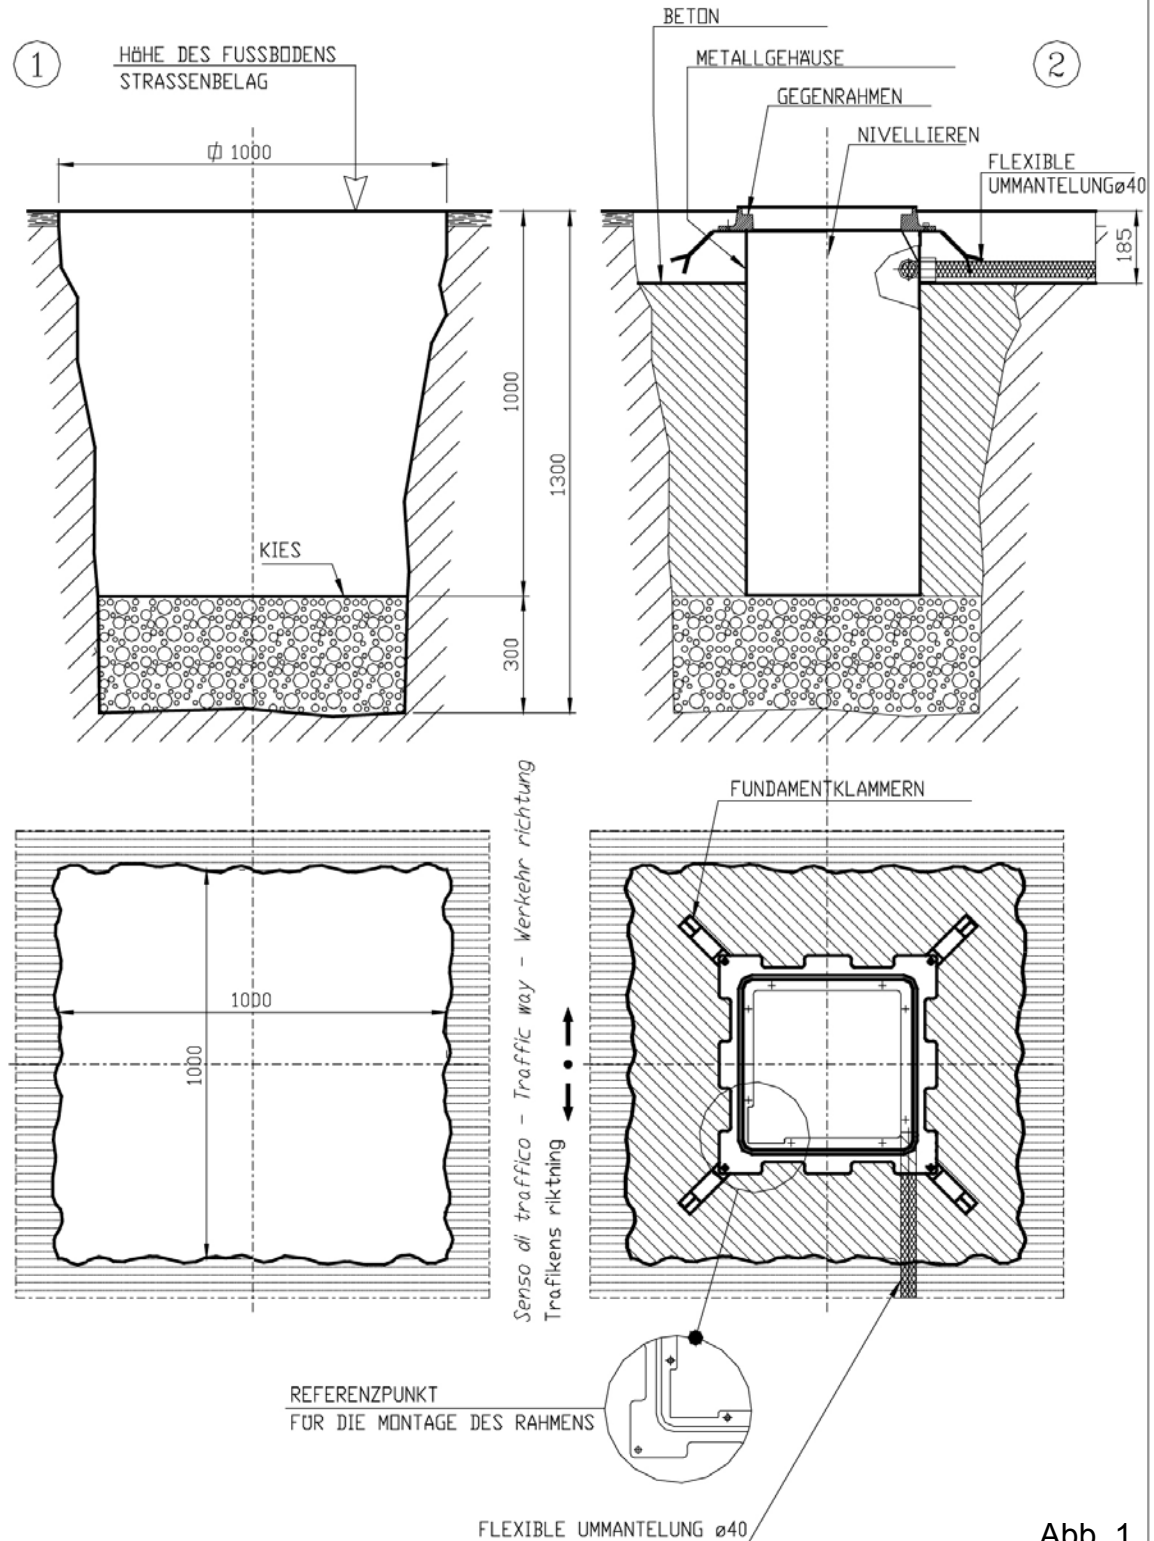
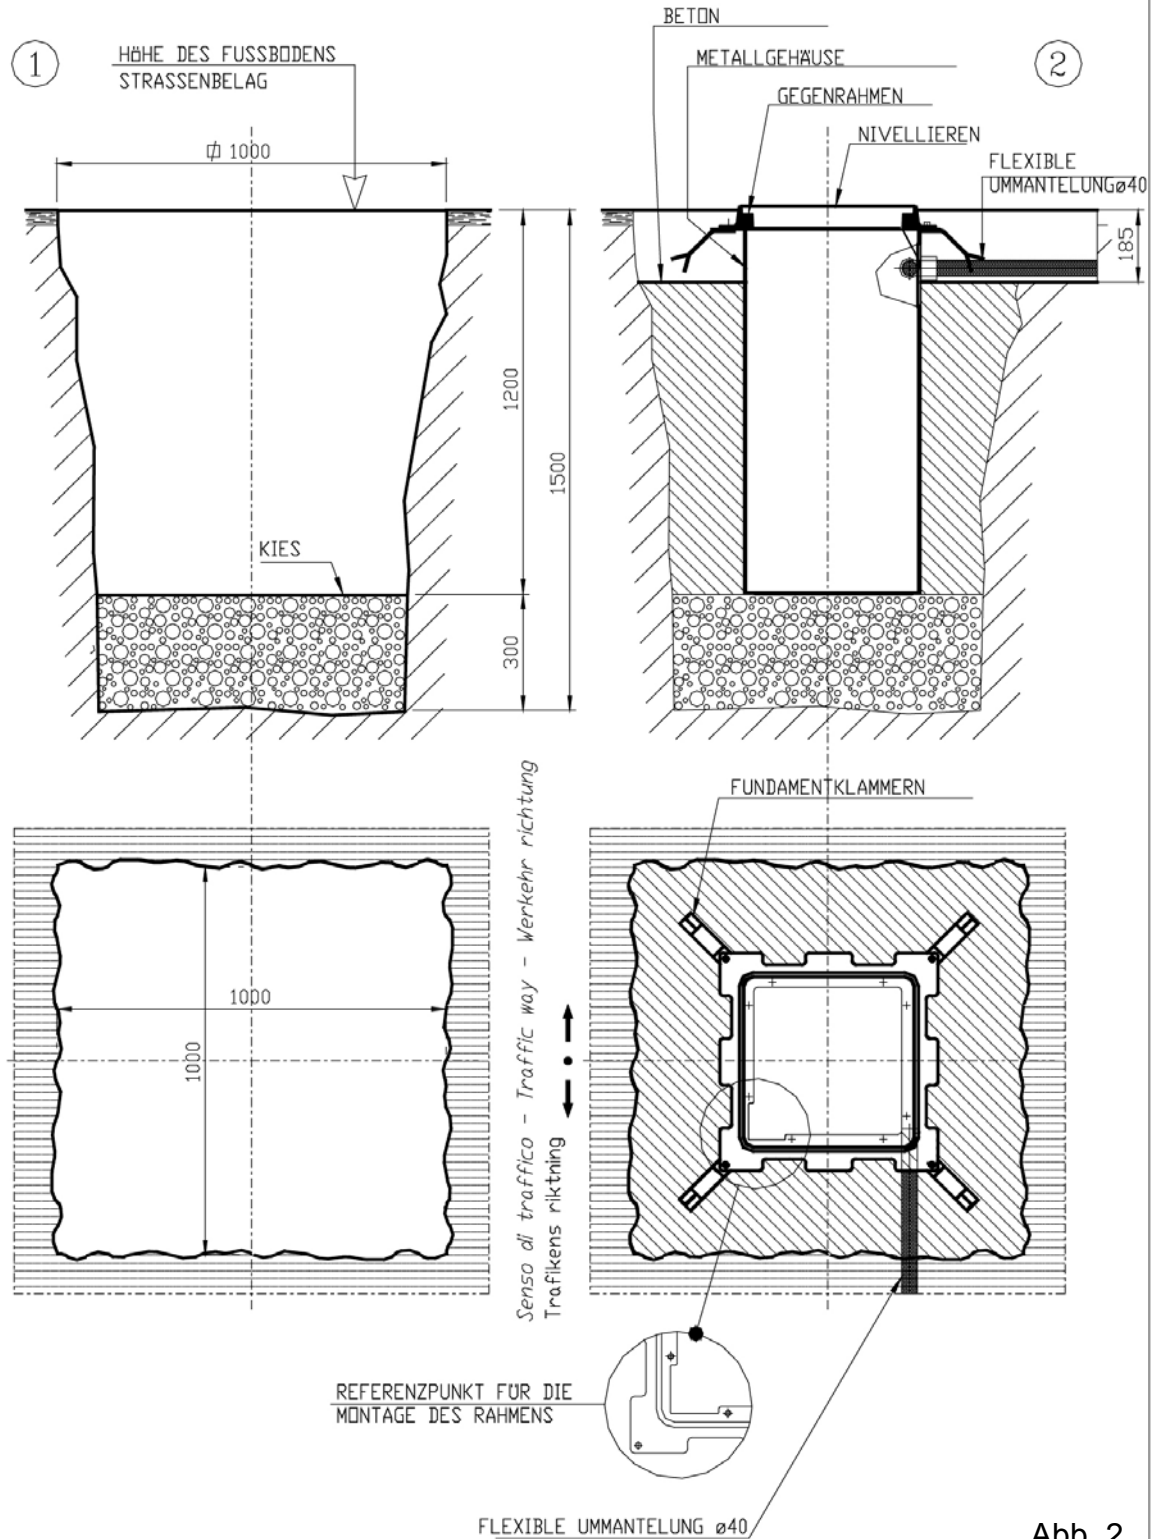

Abb. 1
Abb. 2
- 2) Den Aushub bis zu einer Tiefe von etwa **1,30 m** (275 H600) oder etwa **1,50 m** (275 H800) vornehmen; der Querschnitt muss eine Seite von etwa **1 m** aufweisen (Abb. 1 und Abb. 2).
- 5) Den Metallschacht mit Gegenrahmen einsetzen und dabei darauf achten, dass der Einsatz lotrecht erfolgt. Die Oberkante des Gegenrahmens muss so positioniert werden, dass sie 10 mm aus dem Fußboden heraustritt (damit das Einlaufen von Regenwasser in den Einfahrtschacht begrenzt wird). **Den Einfahrtschacht einsetzen und dabei die Referenzposition auf dem Gegenrahmen in Bezug auf die Durchfahrtsrichtung nachprüfen (Abb. 1 und Abb. 2).**